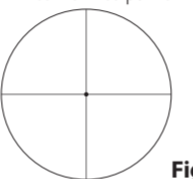

Fig. 3-2
- 1 Se gjennom okularet med øyet posisjonert ca. 10 cm (4 tommer) unna okularet for å se den avanserte BDC-retikkelen (fig. 3-1) eller den fine retikkelen med punkt (fig. 3-2). Påse at øyet er riktig innrettet og på riktig avstand, ellers "mørklegges" sikten.